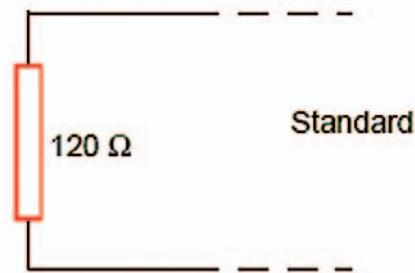

Figure 6: Trois types de "terminators" ou bouchons (ici le standard avec résistance de 120 ohms).
diminuer la vitesse de transmission. L'augmentation de la longueur du bus implique en effet un allongement du retard de propagation du signal or, au delà de certaines limites, cela occasionne un arbitrage erroné du canal. Afin d'éliminer la réflexion du signal, on place des "terminators" ou bouchons à chaque extrémité du bus (résistances de 120 ohms). Ces bouchons sont de trois types (voir figures 6 à 8) :
- 1) **Standard**: bouchons constitués d'une seule résistance de 120 ohms (figure 6).